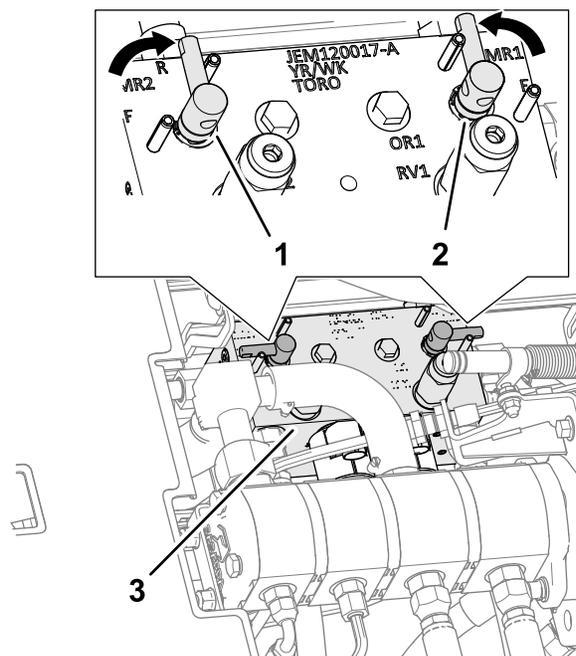

Figura 152
4. Sbloccate il sedile ed alzate lo per esporre il collettore del tosaerba (Figura 152).
5. Spostate le leve di lappatura in posizione R (lappatura) (Figura 152).